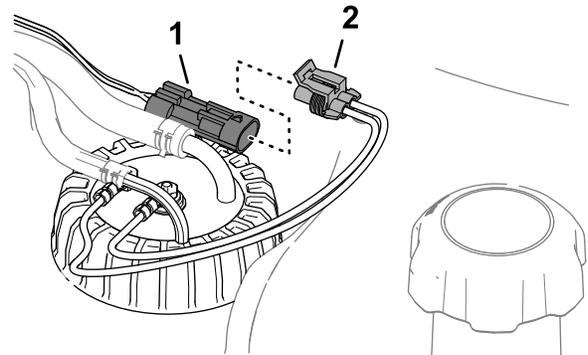

Figure 92
6. Débranchez le connecteur du faisceau du transmetteur de niveau de carburant sur le connecteur du faisceau de la machine (Figure 92).